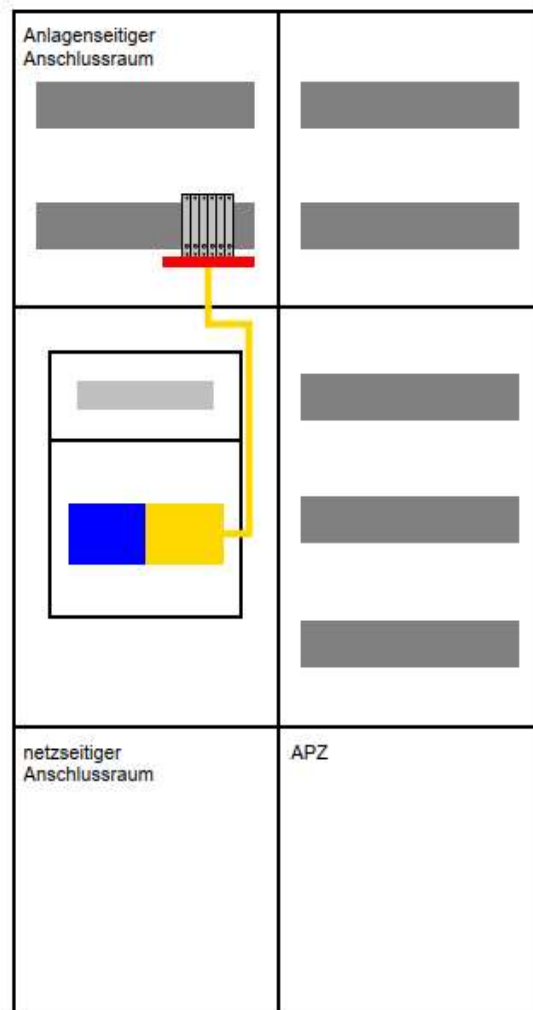
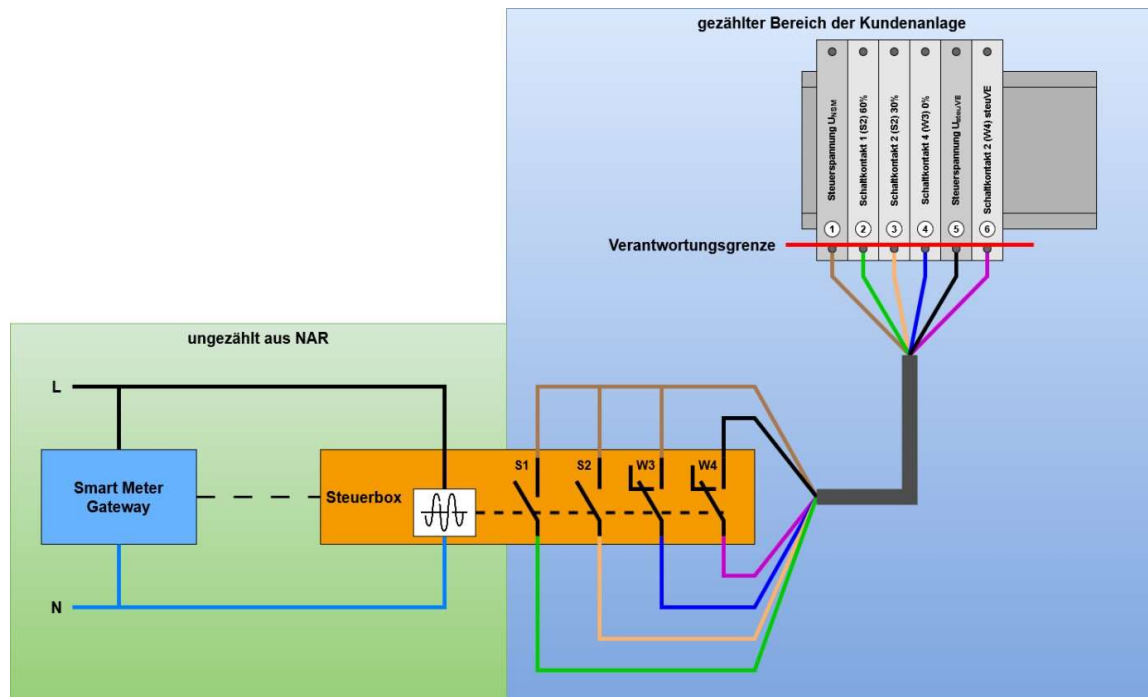

Abbildung 3-2: Steuerung über analoge Schnittstelle
Abbildung3-3: Schematische Darstellung der Anbindung über die Steuersignal-Klemmleiste
- (2) Abbildung 3-2: Analoge Steuerung
- (3) Abbildung 3-3: Schematische Darstellung der Anbindung über die Steuersignal-Klemmleiste
In nachstehender Tabelle bzw. Abbildung 3-2 sowie Abbildung 3-3 ist die Kommunikation zur Steuerung über eine analoge Schnittstelle dargestellt.